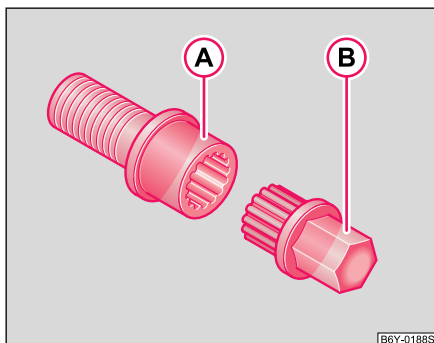

Abb. 146 Sicherheitsradschraube mit Adapter
- Schieben Sie den Adapter (B) mit seiner verzahnten Seite bis Anschlag so in die innere Verzahnung der Sicherheitsradschraube (A), dass nur noch der äußere Sechskant herausragt ⇒ Abb. 146.
- Schieben Sie den Radschlüssel bis zum Anschlag auf den Adapter (B).